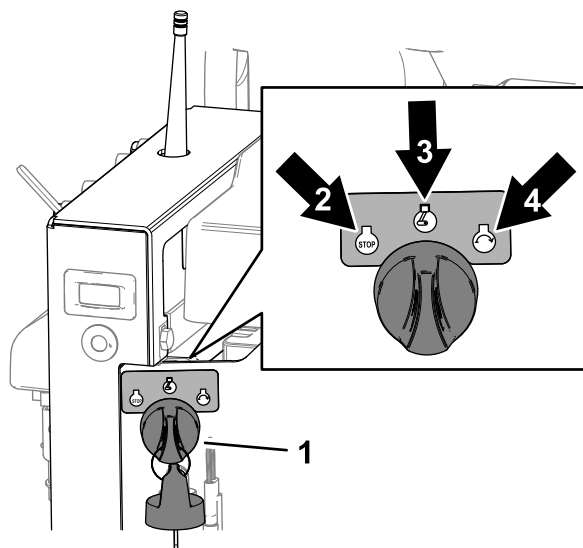

Рисунок 56
1. Поверните ключ в положение Выкл. (Рисунок 56).